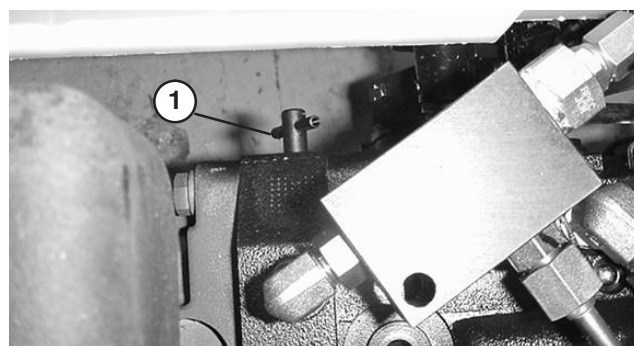

Figure 34
1. Trouvez la vanne de dérivation (Fig. 34) sous le groupe de déplacement et tournez-la dans le sens anti-horaire de 1/2 à 1 tour. En s'ouvrant, la vanne ouvre un passage à l'intérieur de la transmission et l'huile de transmission est ainsi mise en dérivation. Il est alors possible de déplacer la machine sans endommager la transmission.